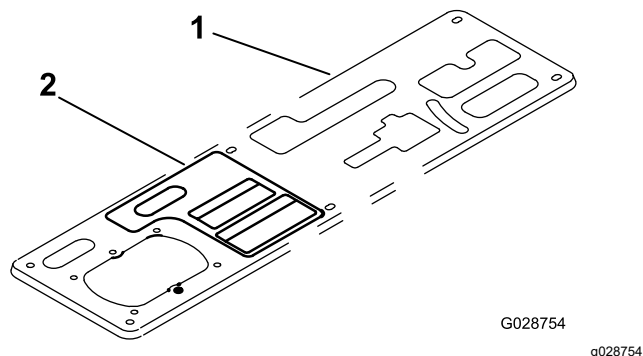

Figura 15
- Limpie la placa de la consola e instale la pegatina de funcionamiento en la consola, cerca de la palanca de la TDF. Coloque la pegatina como se muestra en Figura 15.